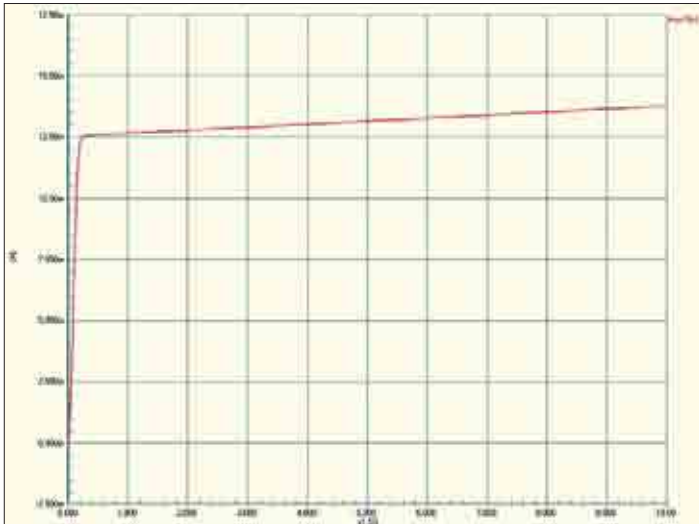
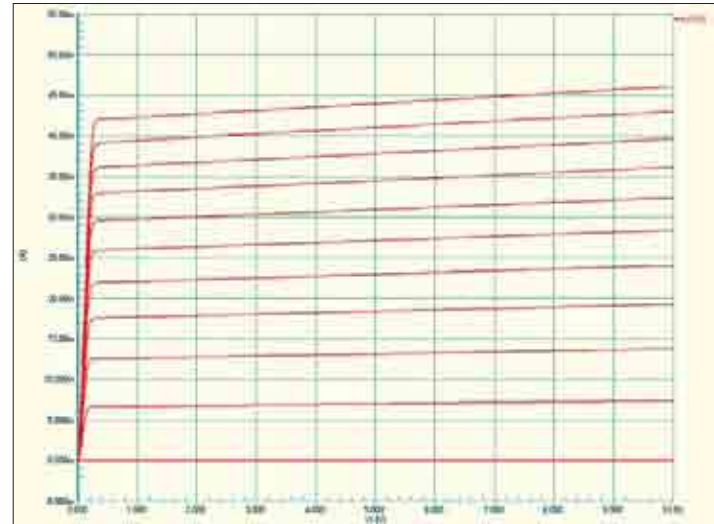
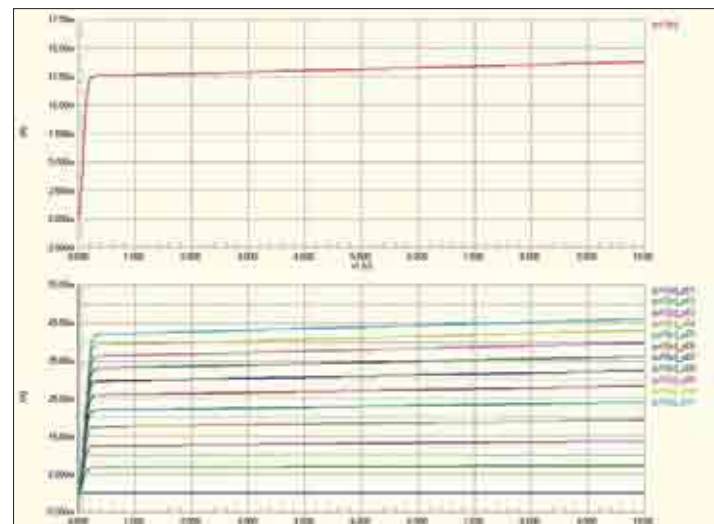

Рис. 4. Выходная характеристика транзистора при фиксированном значении базового тока
Рис. 5. Семейство выходных характеристик транзистора при разных значениях базового тока
Рис. 7. Семейство выходных характеристик транзистора, полученных в ходе параметрического анализа
9. Нажатием кнопки Run Mixed Signal Simulation на панели инструментов Mixed Sim или горячей клавиши F9 запустим процесс моделирования. Система переключится в режим отображения документа DC Sweep.sdf с единственной вкладкой DC Sweep, на которой появится график зависимости тока коллектора от напряжения коллектор-эмиттер (рис. 4).
13. Нажатием кнопки Run Mixed Signal Simulation на панели инструментов Mixed Sim или горячей клавиши F9 запустим процесс моделирования. Система переключится в режим отображения документа DC Sweep.sdf, в котором на вкладке DC Sweep появится семейство выходных характеристик (рис. 5).
мента DC Sweep.sdf, в котором на вкладке DC Sweep появятся два разных графика (рис. 7): первый — аналогичный показанному на рис. 4, и второй, с семейством кривых, — аналогичный показанному на рис. 5.